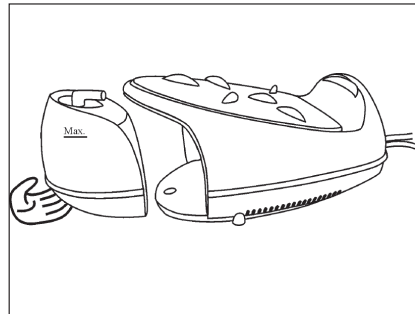

Fig 8
4. Remettre en place le filtre anti-calcaire et le réservoir- Fig. 8.